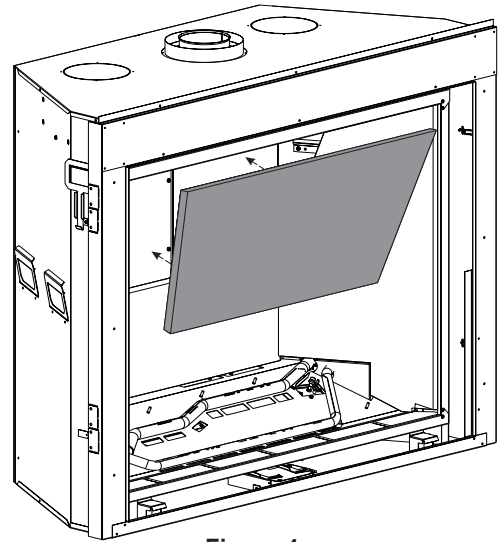

Figure 4
3. Placer le PANNEAU DU PLAFOND sur le bord supérieur de la GARNITURE ARRIÈRE et contre le bord de la GARNITURE LATÉRALE DROITE. **Voir Figure 4.**